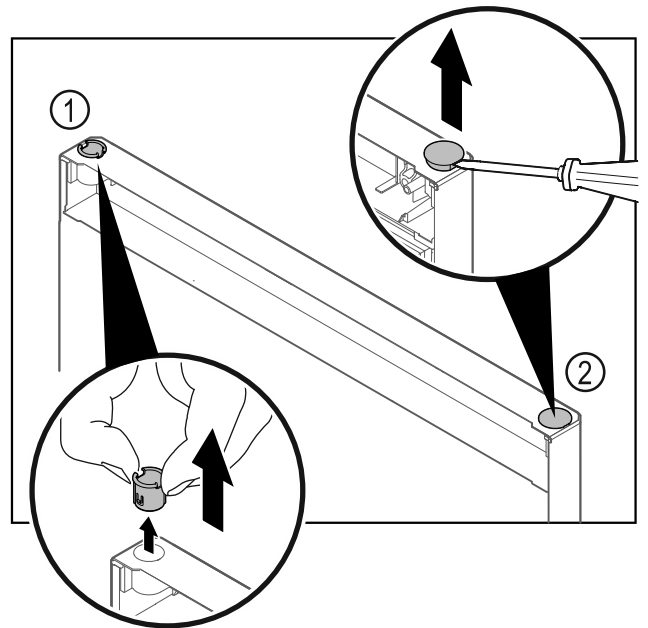

Fig. 40 Dera e ndarjes së ngrirjes
- Nxirrni jashtë bokullën e menteshës Fig. 40 (1) me gishta.
- Ngrini lart me kujdes tapën mbuluese Fig. 40 (2) me një kaçavidë me kokë petë dhe nxirrni jashtë.